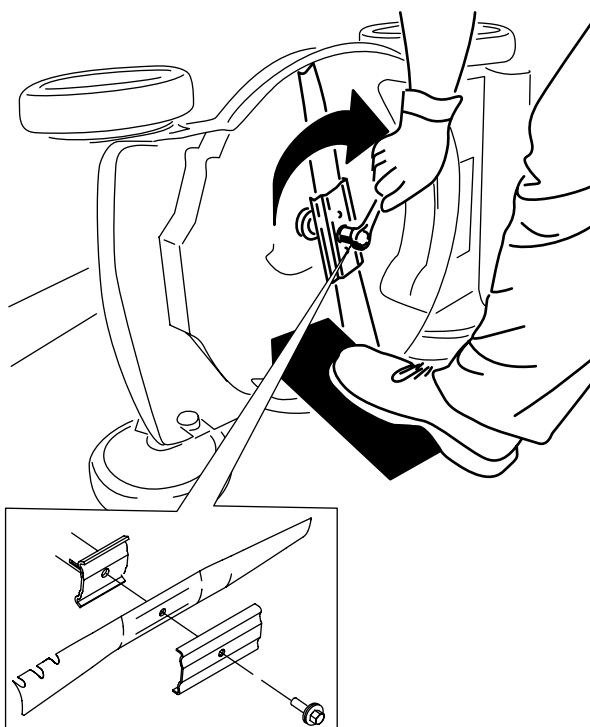

Рисунок 22
4. Установите новый нож, кронштейн и болт ножа (Рисунок 22).